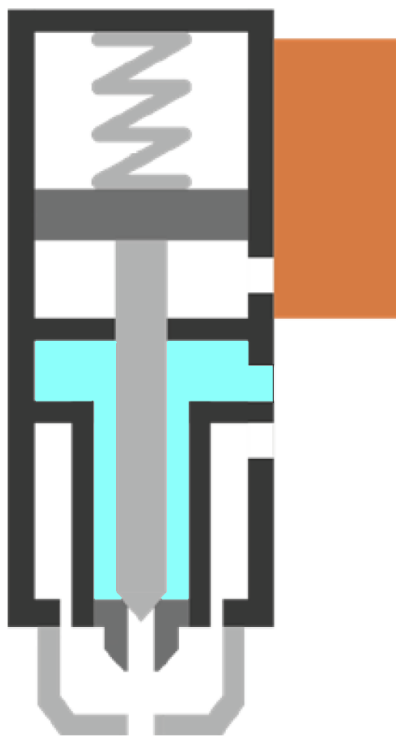

Abbildung 04 – Ruhephase
- Die Flüssigkeit ist in ihrer speziellen Kammer bereit zum Austritt (Abbildung 04);
- Kurz danach wird der Befehl am Zerstäubungseingang entfernt, sodass die Zerstäubung aufhört (Abbildung 04).